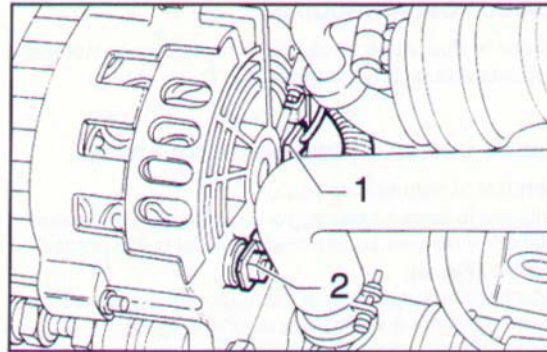

Fig. 11 ▲
- utilizzando un cacciavite, scollegare dall'alternatore il connettore cablaggio (1), quindi svitare il dado (2) e scollegare il cavo di alimentazione (**Fig. 11**);
- use a screwdriver to remove the wiring connector (1) from the alternator, then unscrew the nut (2) and disconnect the supply cable (**Fig. 11**);